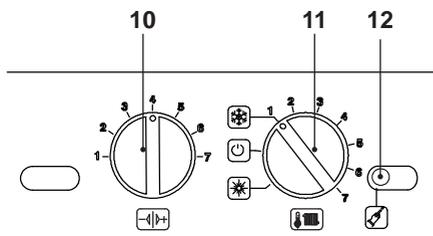

Figura 5.31
- Prima di alimentare elettricamente la caldaia posizionare le manopole 10 e 11 come indicato in Figura 5.31.
- Per settare il funzionamento con Termostato bisogna entrare nella programmazione premendo per 10 secondi il pulsante di ripristino 12, in Figura 5.31 fino alla comparsa del parametro **P01** sul display LCD; sul display LCD compare la seguente visualizzazione (la sequenza **P01** si alterna --- --).
12, in Figura 5.31 per lo scorrimento dei vari parametri, sino al raggiungimento del parametro **P03**, valido per la verifica del funzionamento del bollitore con termostato.
NTC bisogna entrare nella programmazione premendo per 10 secondi il pulsante di ripristino 12, in Figura 5.31 fino alla comparsa del parametro **P01** sul display LCD; sul display LCD compare la seguente visualizzazione (la sequenza **P01** si alterna ---).
- Premere più volte il pulsante di ripristino 12, in Figura 5.31 per lo scorrimento dei vari parametri, sino al raggiungimento del parametro **P03**, valido per la verifica del funzionamento del bollitore con sonda NTC.
- Il valore che si visualizza nel LCD è **04**, ruotare la manopola settaggio caldaia 10 in Figura 5.31, portandola al minimo.
La seguente tabella mette in correlazione il settaggio della manopola caldaia 10 in Figura 5.31 con la visualizzazione presente nel LCD per il parametro **P03**.
- Ripremere il pulsante di ripristino 12 per entrare nella programmazione **P04**, il valore di partenza visualizzato dal LCD è **04**, ruotare la manopola di settaggio caldaia 10 in Figura 5.31 al minimo, il valore visualizzato dal display LCD derivante da questa operazione sarà **04**.
La seguente tabella mette in correlazione il settaggio della manopola caldaia 10 in Figura 5.31 con la visualizzazione presente nel LCD per il parametro **P04**.